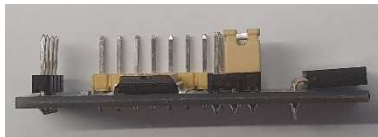

Figura 14 - Aspeto Final do Componente
3. Agora necessita de cortar os pinos de modo a ficarem nivelados com os outros oito pinos do componente (Figura 14).